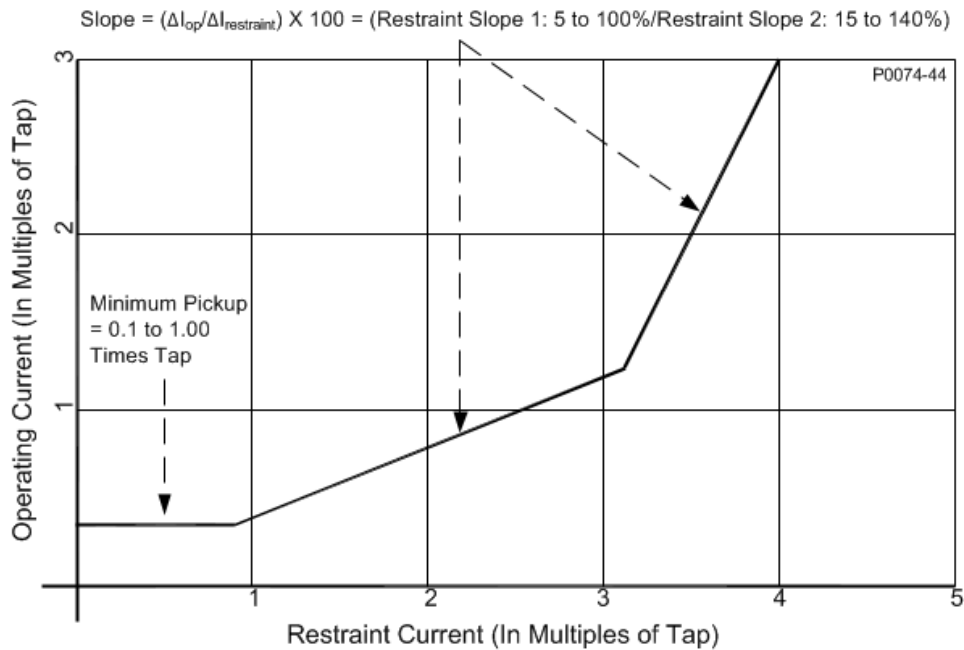

Abbildung 17-20. Kennlinie der prozentual begrenzten Differenz
Abbildung 17-20 zeigt die Kennlinie des Phasenstromdifferenz Schutzelements. Dieser Komparator hat zwei Steilheitseinstellungen und eine minimale Abgriffeinstellung. Die Steilheitseinstellungen entsprechen den Verhältnissen des Dreiecks-Betriebsstromes zum Dreiecks-Begrenzungsstrom. Die Steilheitseinstellungen sollten über der maximalen Fehlanpassung eingestellt werden, die durch Erregungsverluste, Anzapfungsfehlanpassung und Lastanzapfungsänderungen hervorgerufen werden. Die minimalen Abgriffeinstellungen bestimmen die minimale Empfindlichkeit des begrenzten Elements. Eine Einstellung des mindesten begrenzten Abgriffs auf Null (0) deaktiviert das Phasenstromdifferenzialelement (87G).